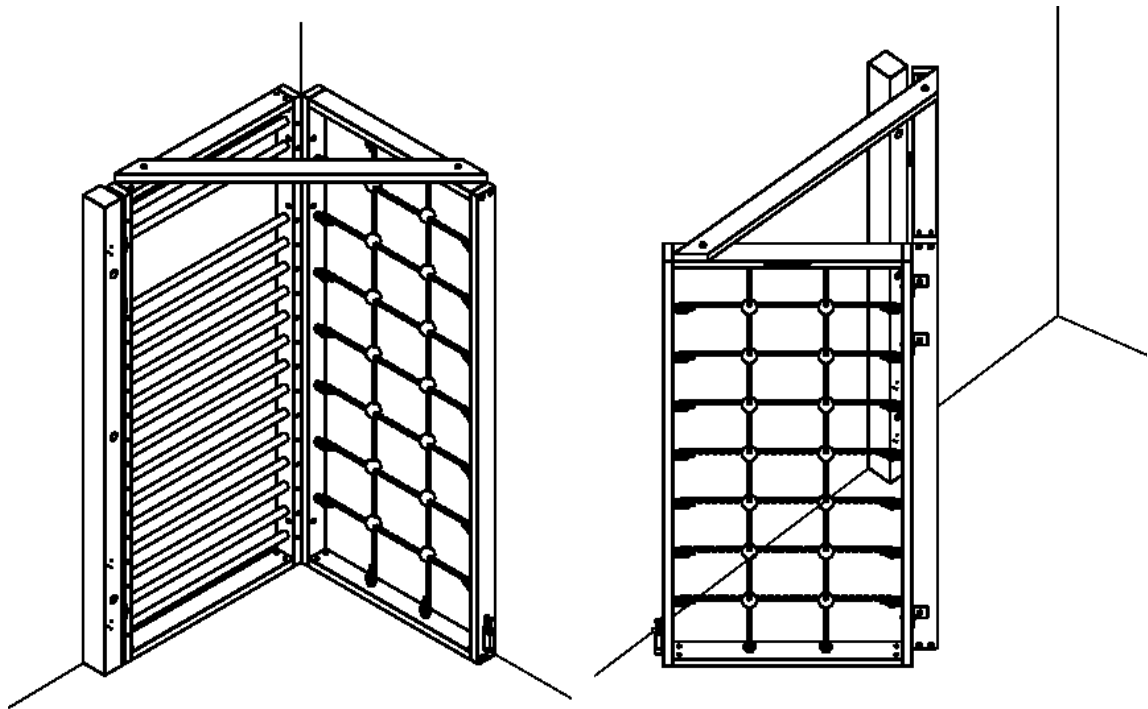
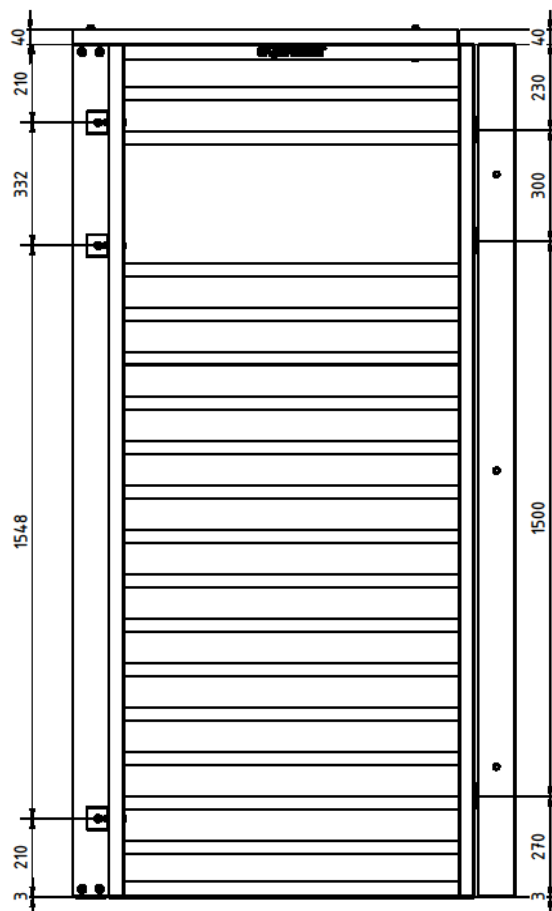

Abb. 1: Sport-Thieme Kletterwand "TuWa" 2-tlg.
Abb. 3: Bohrmaße Winkel (links) und Scharniere (rechts)
Bohren Sie 6 Schraubenlöcher $\varnothing 9$ in den seitlichen Wangen der Klettereinzelemente für die Winkel vor (Abb. 3). Verbinden Sie dann die Wangen der Elemente mit den beiliegenden 3 Winkeln ⑧ an den vorgebohrten Stellen mittels Schlossschraube ⑪, Scheibe ⑮ und Stopfmutter ⑬ siehe Abb.3. Anschließend wird auf der Oberseite der Klettereinzelemente zur Aussteifung eine Strebe ③ mit Schlossschraube ⑩, Scheibe ⑯ und Stopfmutter ⑬ befestigt. Legen Sie hierfür zunächst die Holzstrebe mit den Kanten bündig an den oberen Wangen der Klettereinzelemente an und bohren Sie 2 Löcher mit $\varnothing 9$ vor. Achten Sie darauf die Schlossschrauben von innen nach außen bzw. von unten nach oben zu montieren, sodass keine scharfen Kanten innerhalb der Kletterrahmen entstehen. Verbinden Sie nun das Schwenkelement mittels der 3 Scharniere ⑨ und der Spaxschrauben $\varnothing 5 \times 30$ ⑥ am Wandbalken ②. Wenn die Klettereinzelemente und der Wandbalken miteinander verbunden sind, wird alles zur Montage in der Raumecke (siehe Abb. 1) in Parkstellung positioniert. Die Bohrlöcher für die Wand werden entsprechend dem Wandbalken markiert. Zur Sicherheit wird dieser Vorgang in der Gebrauchsstellung (siehe Abb. 1, Schwenkwinkel 135°) wiederholt, um gegebenenfalls Unebenheiten des Fußbodens zu kompensieren. Befestigen Sie den Wandbalken mittels Sechskantschraube ⑫, Unterlegscheibe ⑭ und Dübel ⑦. Die Dübel können je nach Beschaffenheit Ihrer Wand vom mitgelieferten Material abweichen, sollten aber eine Zuglast von mindestens